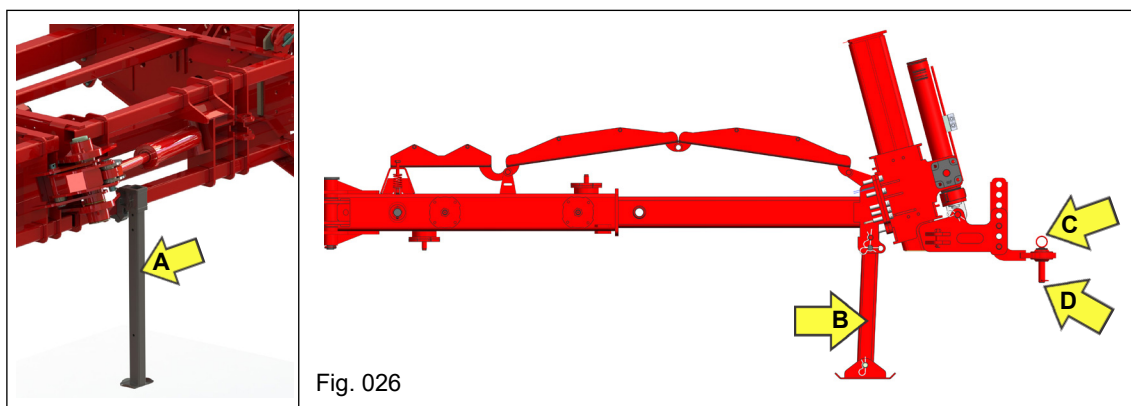

Fig. 026
Para realizar o acoplamento da plantadora ao trator, é necessário que os pés de apoio “A” e o levante “B” (Fig. 026) estejam fixos e apoiados ao solo.
- Nivele o cabeçalho da plantadora em relação à barra de engate do trator, utilizando o regulador do cabeçalho e o levante mecânico “B” (Fig. 026).
- Realize o engate da plantadora ao trator, fixando o pino de engate “C” e a trava de aço “D” (Fig. 026).